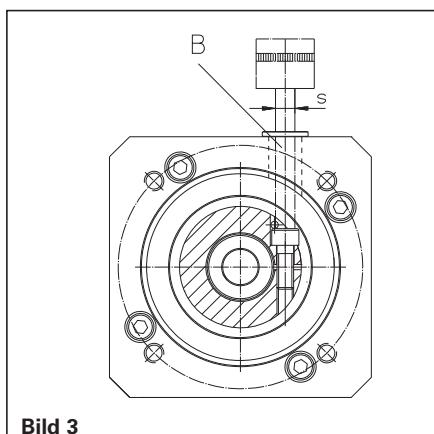

Bild 3
- Klemmschraube (3.30.160) bzw. bei Adapterwelle auch Klemmschraube (3.40.080) am Klemmring anziehen. Dazu Verlängerungsstück des Drehmomentschlüssels durch Montagebohrung (B) führen (Bild 3). Anziehdrehmoment M_A nachTabelle.